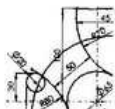

图 2-23 绘制相切圆弧
(6) 单击草图工具栏中的 (3 点圆弧) 工具, 并以圆 1 和圆 2 的边线为圆弧绘制的起点绘制如图 2-23 所示的圆弧 2。在尺寸定义时, 首先完成圆弧 2 半径的定义; 然后再确定